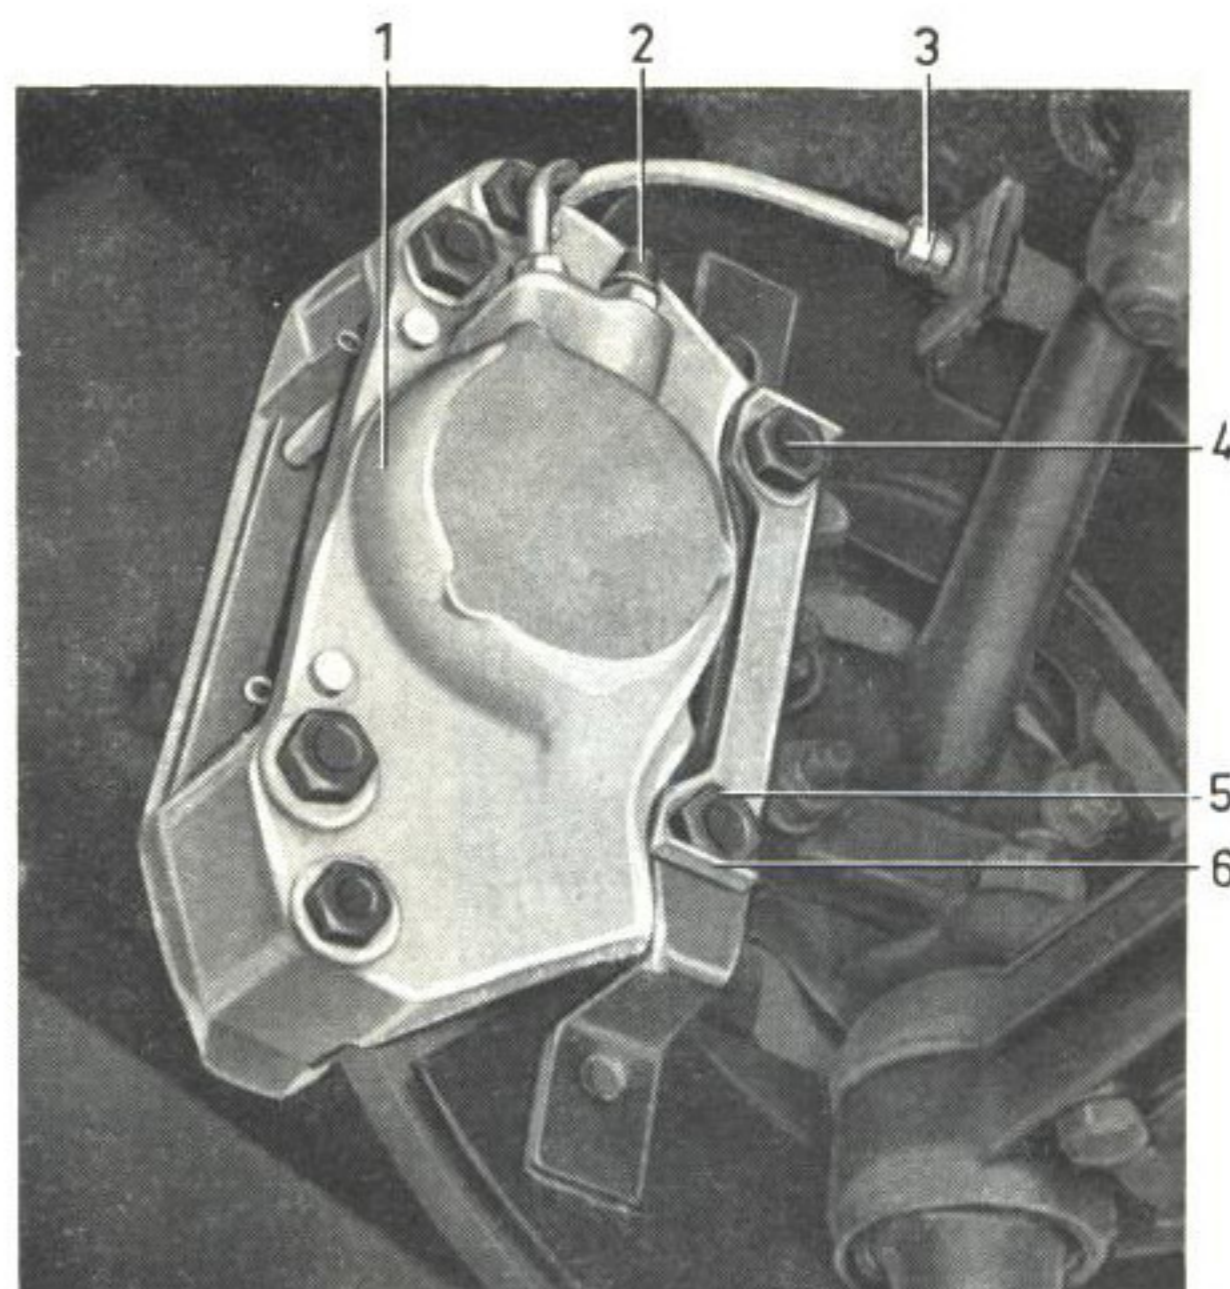

Bild 23. Framhjulsbroms.
2. Skruva loss bromsledningen (3, bild 23) och plugga anslutningen. Vik upp låsblecket (6) och skruva ur fästskruvarna (4 och 5). Lyft fram calipern (1) komplett. (Gäller vagnar med skivbromsar.)